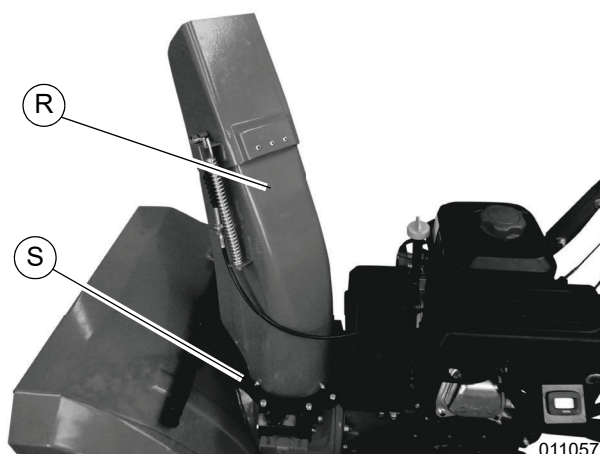

Figure 2-11. Goulotte d'éjection
12. Voir Figure 2-11. Placer la goulotte d'éjection (R) sur la plaque d'engrenage (S) et aligner les trous de fixation.